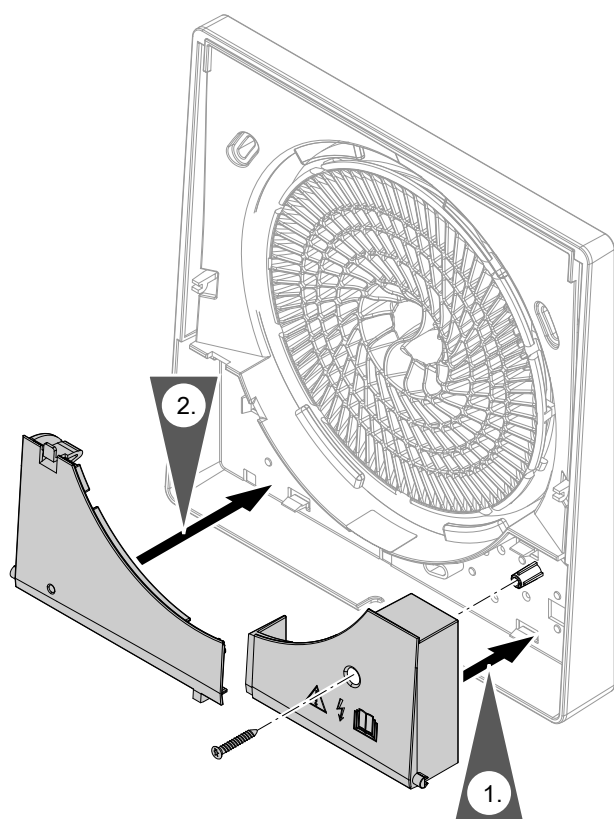

Abb. 50
2. Elektroabdeckung Innenwandblende abbauen: Siehe Abb. 50 auf Seite 45, in umgekehrter Reihenfolge durchführen.